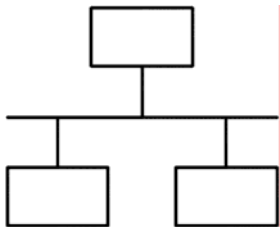
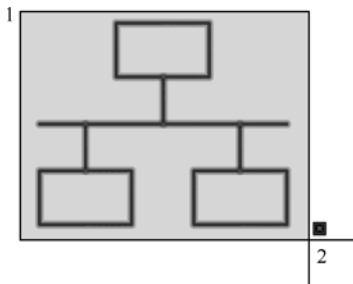

图 9-3 文件中的原始图形
图 9-4 选择要包括在块定义中的对象
❶ 打开“创建块演练.dwg”图形文件，该文件中存在着计算机网络图形符号，如图 9-3 所示。先从功能区“默认”选项卡的“图层”面板中将“01 层-粗实线”层设置为当前图层。
❷ 在功能区“插入”选项卡的“块定义”面板中单击“创建块”按钮，打开“块定义”对话框。
❸ 在“名称”框中输入新块名为“计算机网络图形符号”。
❹ 在“对象”选项组中选择“转换为块”单选按钮，确保未勾选该选项组中的“在屏幕上指定”复选框，接着单击“选择对象”按钮，暂时自动关闭“块定义”对话框，使用鼠标在图形窗口中分别指定两个角点来框选要包括在当前块定义中的全部图形，如图 9-4 所示，然后按〈Enter〉键返回到“块定义”对话框。